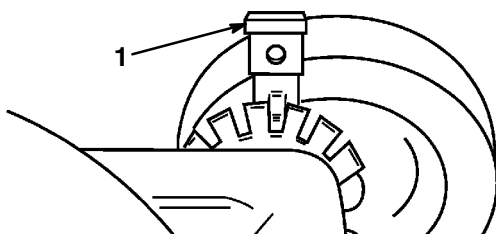

Figure 11
1. Tirer le levier de réglage de hauteur de coupe vers la roue et le placer dans la position souhaitée (Fig. 11).